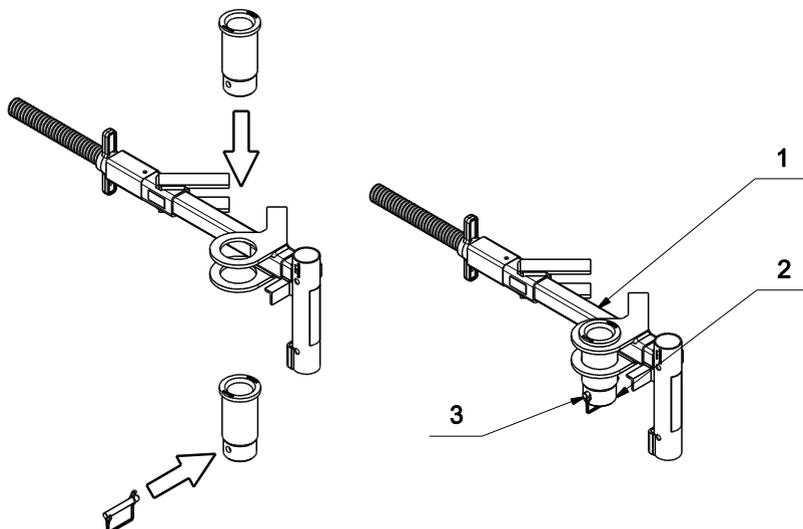

Рис. 23. Установка стакана на балочный зажим MkII
5. Установите стакан в нижнюю часть зажима. На боковой стороне стакана расположен штырь, который должен проходить в пазы каждого ушка зажима. Канавки расположены таким образом, что стакан необходимо повернуть, чтобы штырь прошел через оба ушка. Подробно см. на Рис. 23